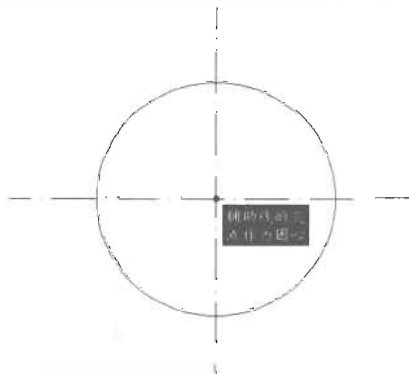

图 2-93
(2) 单击“绘图”工具栏中的“圆”按钮, 绘制一个半径为 10mm 的圆, 如图 2-93 所示, 命令执行过程如下。